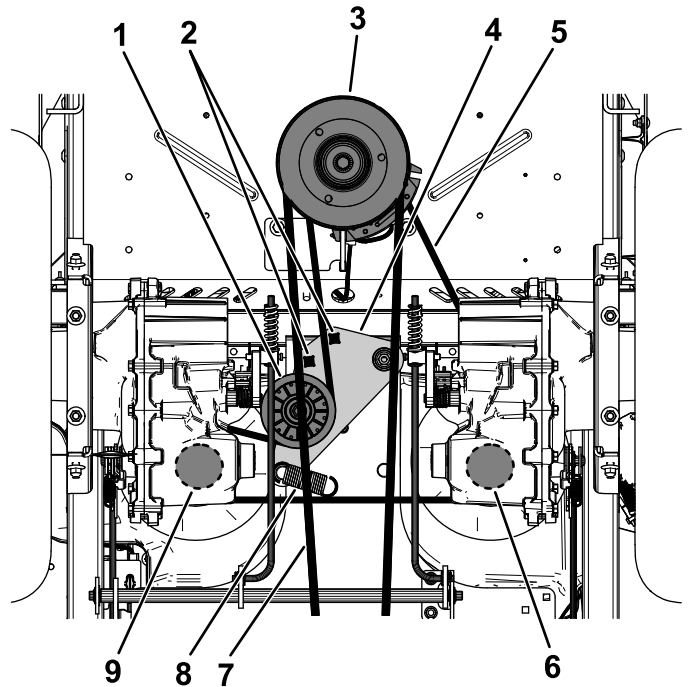

Figure 66
5. Insérez un rochet de ½ pouce ou une poignée articulée dans les trous carrés du bras de la poulie de tension pour détendre le ressort de la poulie de tension (Figure 66).
6. Retirez la courroie existante de la poulie de tension, des 2 poulies d'entraînement de pompe hydraulique et de la poulie du moteur (Figure 66).
7. Chaussez la courroie neuve sur la poulie de tension, la poulie du moteur et les 2 poulies de la pompe hydraulique (Figure 66).